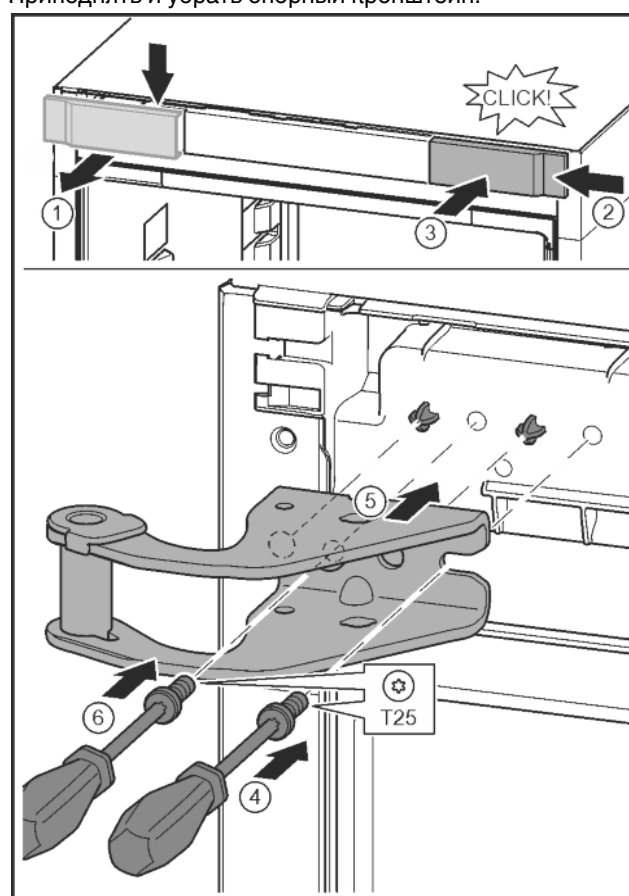

Fig. 13
- ▶ Отпустить крышку и снять скобу. Fig. 13 (1)
- ▶ Навесить крышку, повернув ее на 180°, справа с другой стороны. Fig. 13 (2)
- ▶ Крышку зафиксировать. Fig. 13 (3)
- ▶ Установить винт отверткой T25. Fig. 13 (4)
- ▶ Установить верхний опорный кронштейн. Fig. 13 (5)
- ▶ Затянуть винт. Fig. 13 (4)
- ▶ Вставить и затянуть винт отверткой T25. Fig. 13 (6)